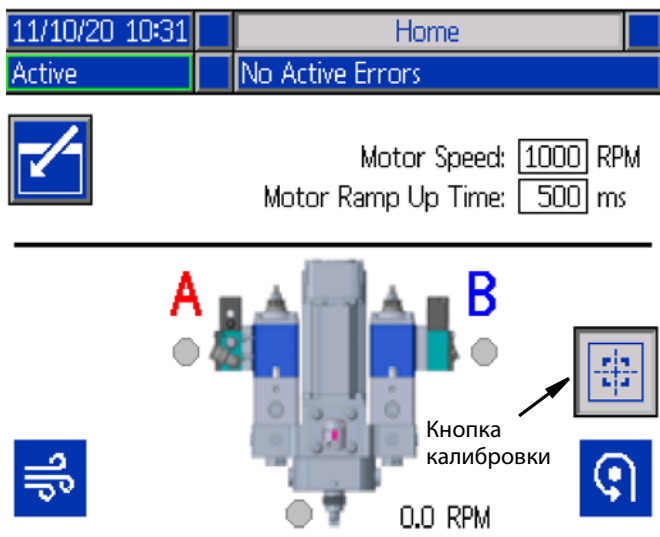

Рис. 37
1. Удалите крышку ADM (BP).
4. Удостоверьтесь, что кнопка калибровки (верхняя справа) не нажата. См. Рис. 37.